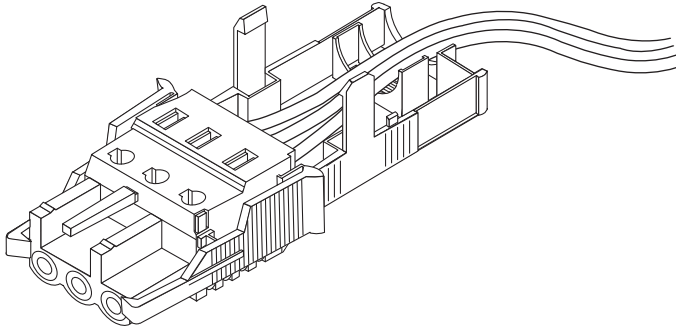

ABBILDUNG 3-7 Hinausführen der Drähte aus dem unteren Teil der Zugentlastungsvorrichtung
2. Führen Sie die drei von der Gleichstromquelle kommenden Drähte durch die Öffnung am Ende des Unterteils der Zugentlastungsvorrichtung (siehe ABBILDUNG 3-7).